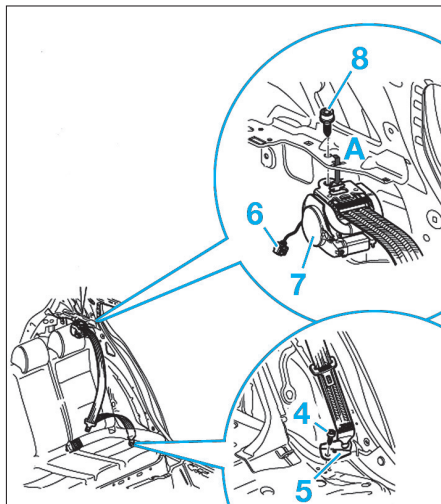

Fig. 17
- Dévisser la vis de fixation (4) et déposer la ferrure de renvoi (5) du dispositif de réglage vertical de la ceinture (Fig.17).
- Débrancher le connecteur (6) du prétensionneur (7).
- Dévisser le vis de fixation (8) du prétensionneur (7) puis le déposer.